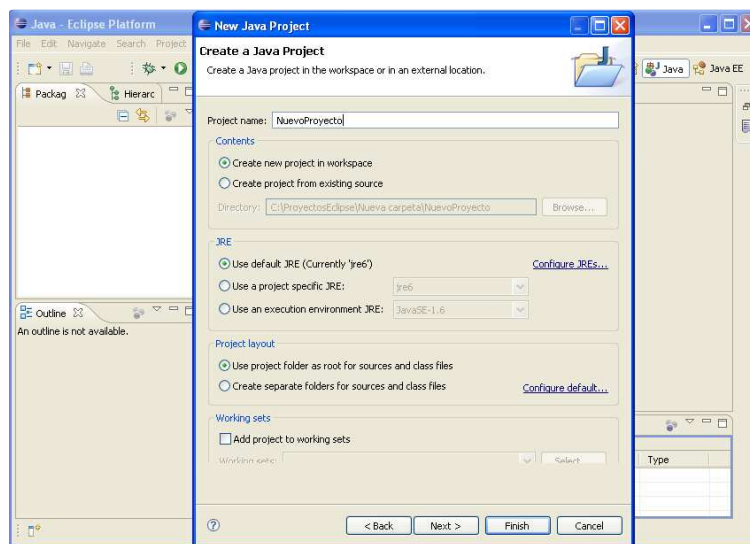

Figura 2.1: Instalación de DEVSJAVA y creación de un Proyecto. Paso 5.
5. En la ventana que aparece, poner el nombre al proyecto. Para proyectos pequeños puede activarse, en *Project layout*, la casilla correspondiente a *Use Project folder as root for sources and class files*. Hacer click en *Next*. Ver la Figura 2.1.